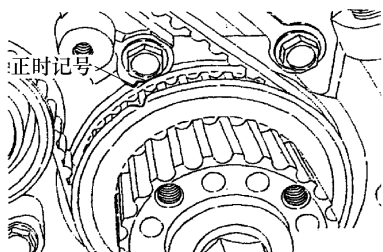

图 4-58 对齐曲轴带轮正时标记
3) 使曲轴带轮上的正时标记与前盖上的标记对齐，如图 4-58 所示。